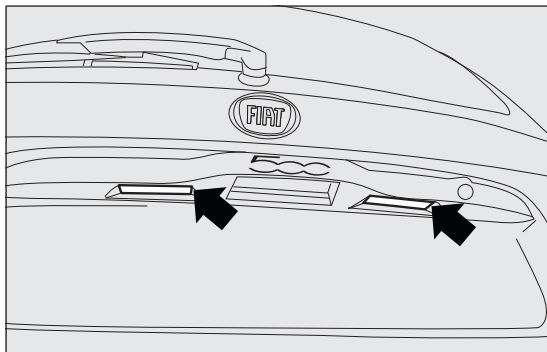

fig. 137
- agir sur le point indiqué par la flèche fig. 137 et enlever le transparent ;